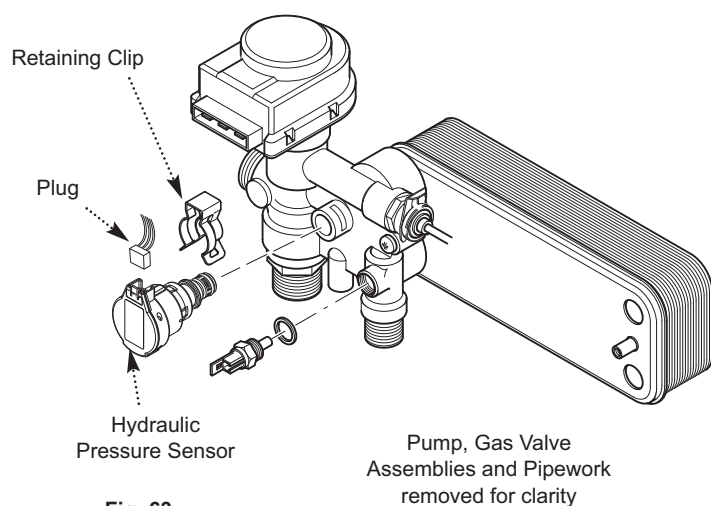

Fig. 63
10.3.17 Hydraulic Pressure Sensor (Fig. 63)